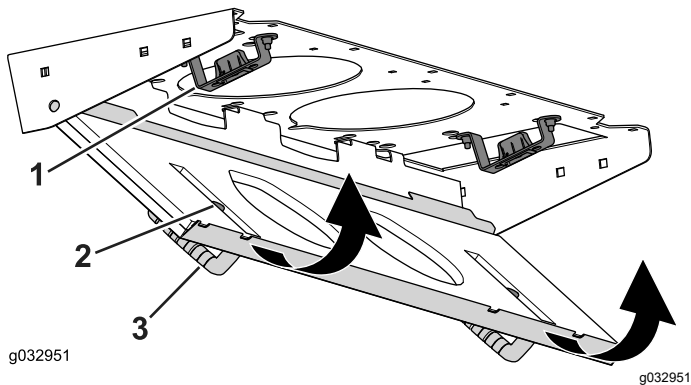

Figure 85
- Faites pivoter le filtre sur les languettes jusqu'à ce que le pêne s'enclenche dans la gâche (Figure 85).